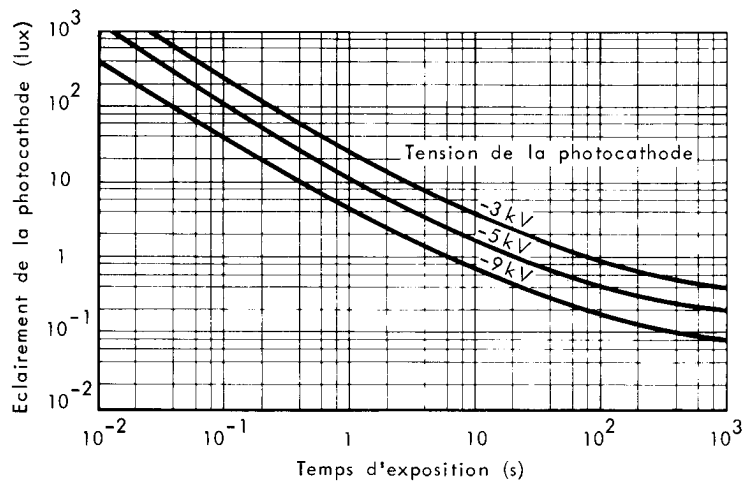

Fig. 1 - Eclairnements limites.
- 4 - Le tube ne doit pas être soumis à des niveaux lumineux supérieurs à ceux définis par les courbes de la figure 1*.